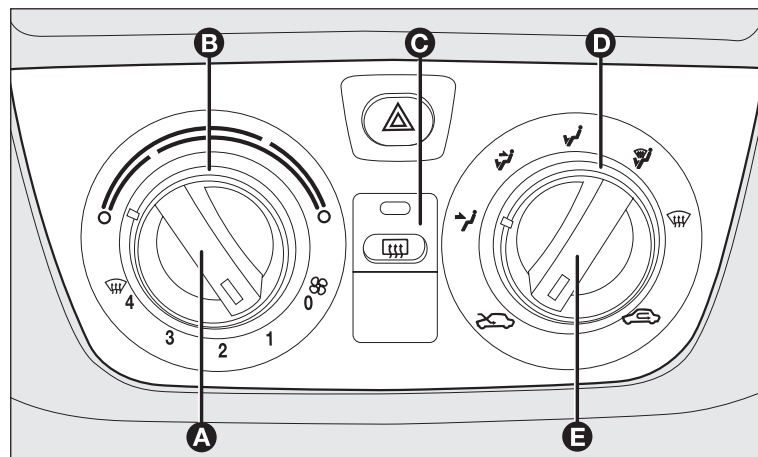

fig. 63
MANDOS fig. 63
El casquillo **D-fig.63** permite que el aire llegue a todas las zonas del habitáculo según 5 posibilidades de selección:
gire el casquillo **B-fig. 63** hacia la derecha (indicador en el sector rojo) para aumentar la temperatura o hacia la izquierda para disminuirla.
- ☐ ponga el casquillo **B-fig. 63** en el sector azul;
- ☐ gire el casquillo **B**-fig. 63 al sector rojo;
- ☐ desactive la recirculación del aire interior poniendo el mando **E**-fig. 63 en .
Presione el pulsador **C**-fig. 63 para activar esta función: se enciende el led ubicado en el mismo pulsador.